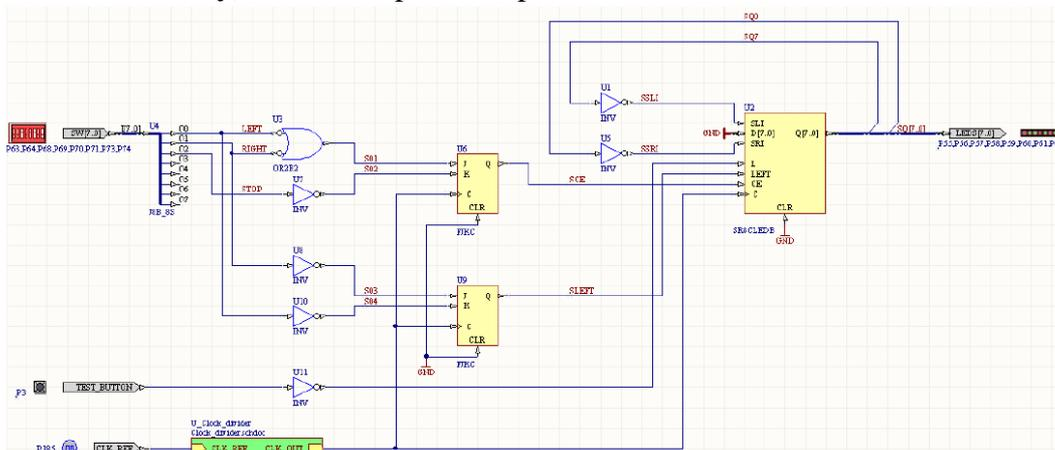

Рис. 7. Схема счётчика с символом подчиненного листа для делителя частоты.
1. Откройте Johnson_Counter.SchDoc и разместите символ листа схемы для представления подчиненного листа, где будет использован делитель счётчика (см. рисунок 7). Укажите **Place>Sheet Symbol**. Нажмите **TAB** в процессе размещения и введите позиционное обозначение, например, U_Clock_divider и имя файла, например Clock_divider.SchDoc на вкладке **Properties** диалога *Sheet Symbol*. Нажмите **OK** для закрытия диалога, затем укажите позицию символа листа и нажмите для его установки.